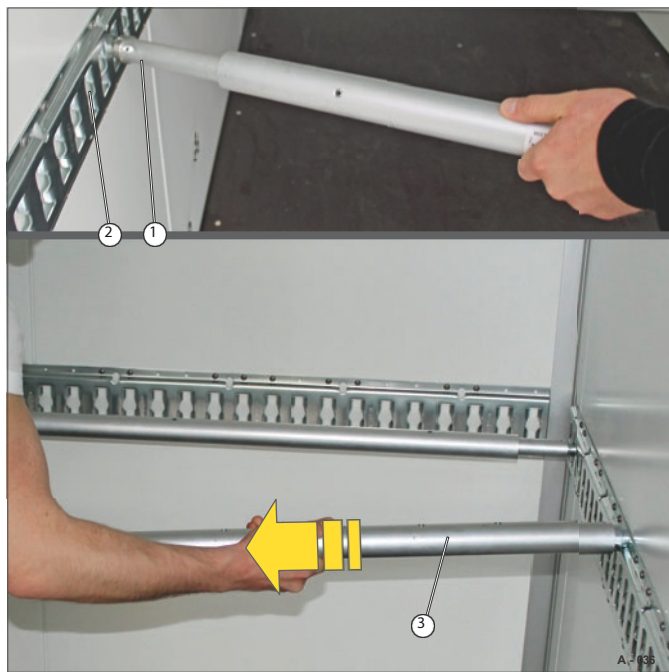

Fig. 36 Positionering av låsbygeln
- För in ändstiftet på teleskopändstycket (Fig. 36/1) i surringsskenan (Fig. 36/2).
- Tryck ihop låsstängerna (bild 36/3).